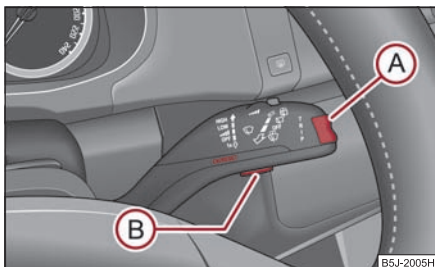

Fig. 26 Display-ul cu informații: Elementele de comandă
- Meniul se activează prin apăsarea tastei basculante **A** ⇒ fig. 26 mai mult de 1 secundă.